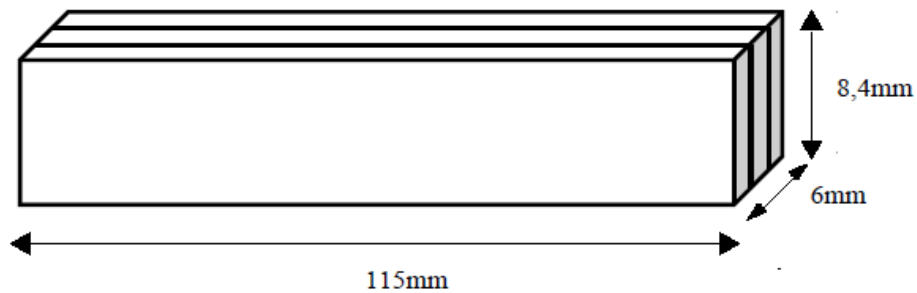

Figura 2–Número de palitos de picolé por barra(dimensões aproximadas)
4. Os protótipos deverão ser construídos com barras que possuam seções transversais de, **no máximo, 3** palitos de picolé, conforme ilustra a Figura 2 abaixo. Para a confecção dos nós poderá ser utilizado cola tipo Epóx.